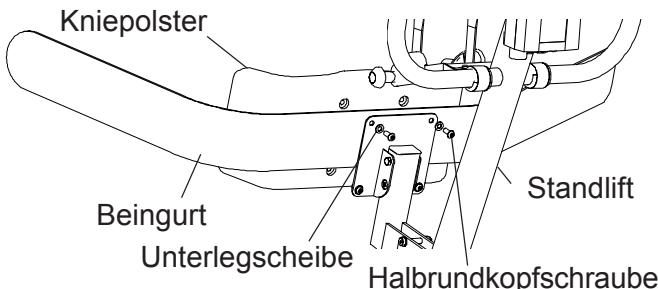

ABBILDUNG 4 - AUSTAUSCHEN DES OPTIONALEN BEINGURTS
AUSTAUSCHEN DES OPTIONALEN BEINGURTS (ABBILDUNG 4)
1. Entfernen Sie die beiden (2) OBEREN Halbrundkopfschrauben und Unterlegscheiben, mit denen das Kniepolster und der alte Beingurt am Standlift angebracht sind.
2. Entfernen Sie die beiden (2) UNTEREN Halbrundkopfschrauben und Unterlegscheiben, mit denen das Kniepolster und der alte Beingurt am Standlift angebracht sind.
4. Plazieren Sie den neuen Beingurt gemäß **ABBILDUNG 4** zwischen den vier (4) Schraublöchern.